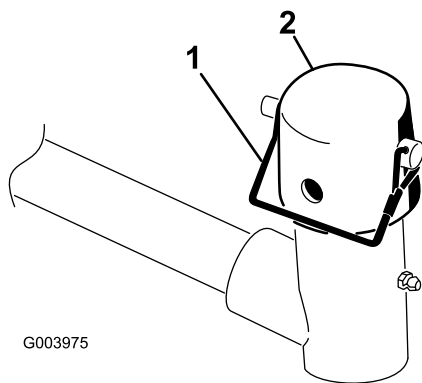

図 9
7. 昇降アームのピボットヨークからスナッパピンとキャップを外す 図 9。
11. スナッパピンを使って、キャップとキャリアフレームのシャフトを昇降アームのヨークに固定する 図 9。